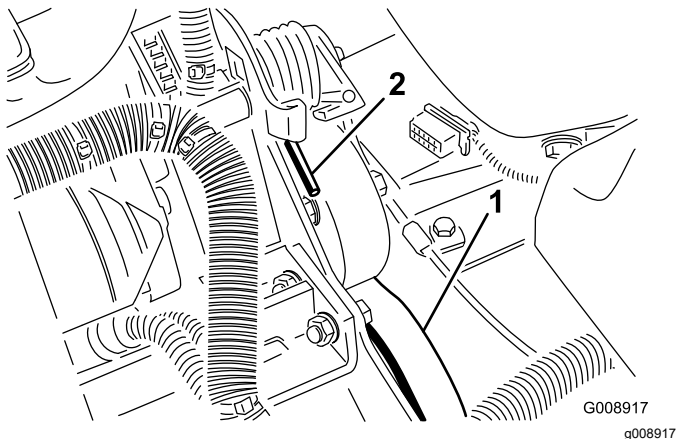

Bild 74
3. Drücken Sie das Ende der Feder (Bild 74) ab- und vorwärts, um die Feder aus dem Bügel auszuhaken und die Feder zu entspannen.